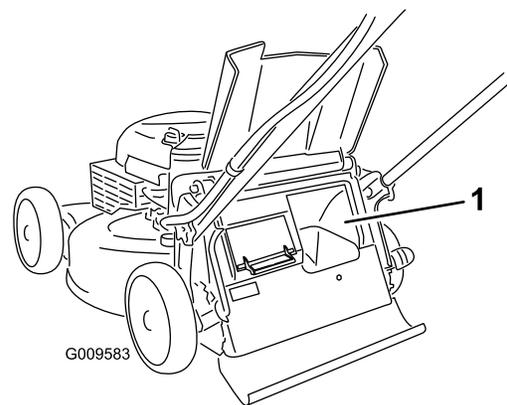

Figura 17
**Importante:** Para asegurar un funcionamiento correcto, retire cualquier recorte de hierba y otros residuos de la tapa de ensacado a demanda y del hueco adyacente (Figura 17) antes de mover la palanca de ensacado a demanda de una posición a la otra.